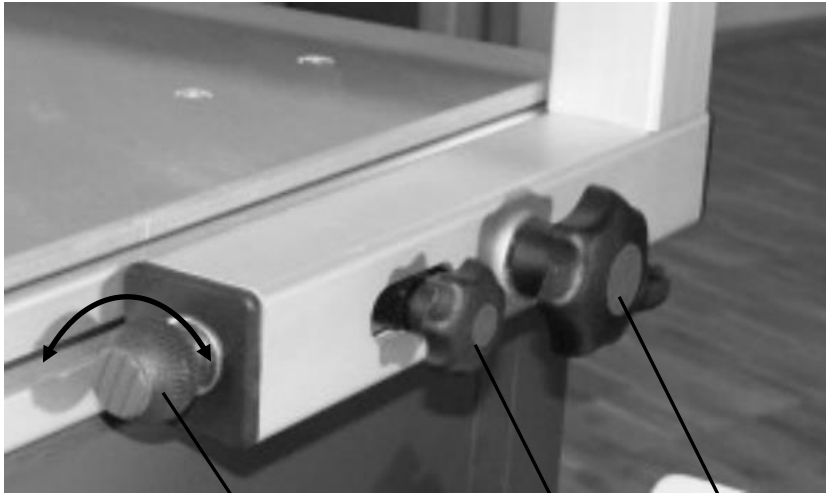

Bild 62
1. beide Feststellschrauben (C) lösen und das Anschlaglineal in die gewünschte Position schieben (Bild 62)
2. Klemmschraube (E) und linke Feststellschraube anziehen
3. drehen Sie die Justierschraube (G) nach links oder rechts, um das Anschlaglineal nach vorne bzw. hinten zu verfahren